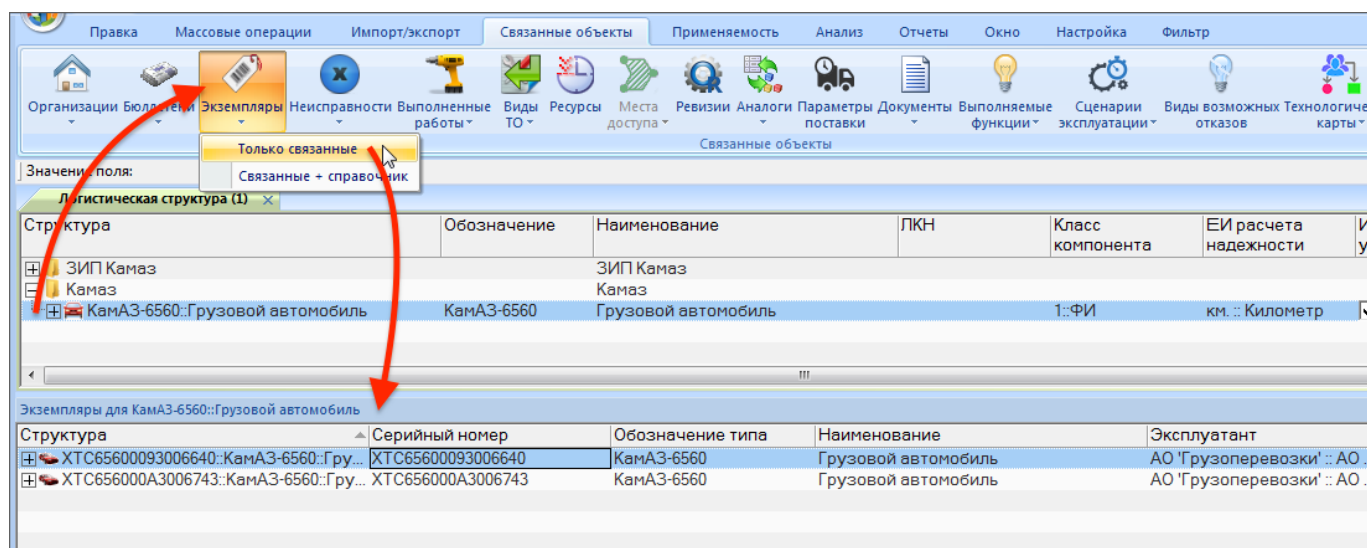

Рис. 9-11 – Связанное окно «Экземпляры» для выбранного типа ФИ
- открыть окно связанных объектов «Экземпляры» для выбранного типа ФИ (рис. 9-11);